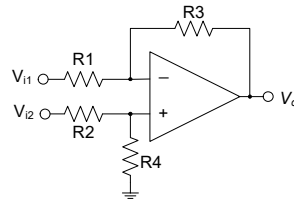

Figura 2. Amplificador diferencial.
1. Medir experimentalmente la razón de rechazo de modo común de un solo amplificador operacional, configurado como amplificador diferencial (Figura 2), con el siguiente circuito, donde $R_1=R_2=R_3=R_4=10k\Omega$: